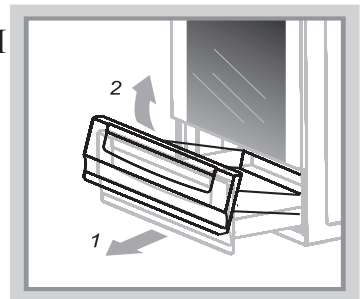

Рис. 11
- Как его достать, показано на рис. 11.